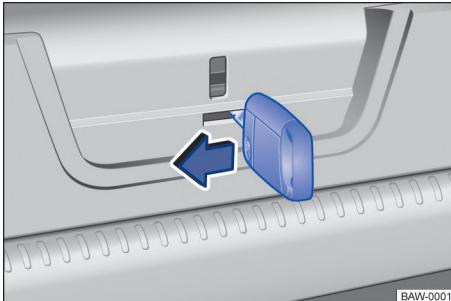

Fig. 62 En el maletero: desbloquear la tapa trasera.
- Colocar el paletón de la llave en el hueco de paso del portón trasero → fig. 62 y mover la palanca de desbloqueo en la dirección de la flecha.